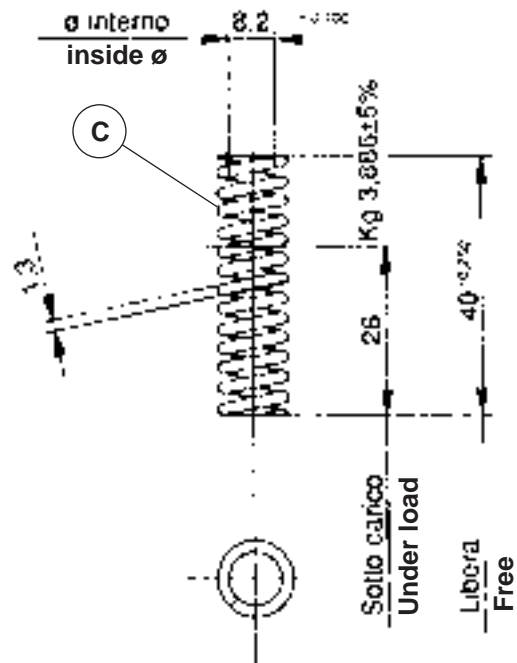

Fig. 07-04
- controllare che la molla "C" (fig. 07-04) compressa a 26 mm dia un carico di Kg 3,866 ± 5%.
- check that spring "C" (fig. 07-04) generates a load of 3.866 kg ± 5% when compressed to 26 mm.